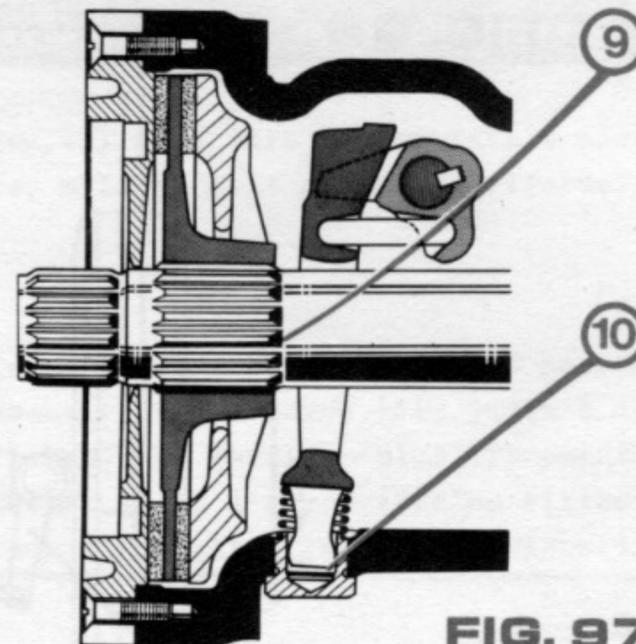

FIG. 97
Lors du remontage d'un plateau de frein, graisser les cannelures (9) des arbres de sortie du différentiel avec de la graisse SHELL ALVANIA EP. 2. Ne pas oublier d'enlever l'excédent de lubrifiant pour éviter toute projection sur les garnitures (Fig.97)